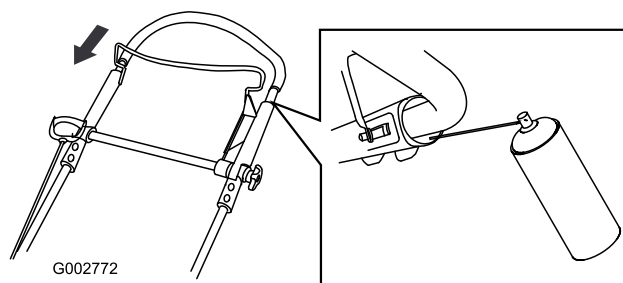

Figure 47
2. Abaissez complètement la partie supérieure du guidon et pulvérisez la surface en plastique intérieure de la poignée extérieure (Figure 47).